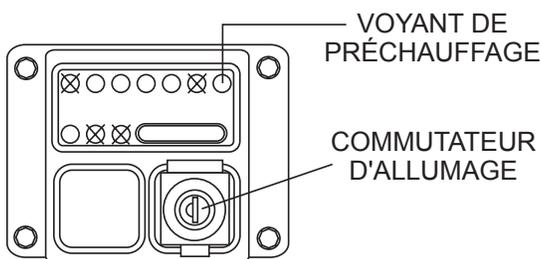

Figure 19. Commutateur d'allumage
- Insérer la clé de contact dans le contacteur d'allumage (Figure 19). Faire tourner la clé dans le sens horaire un tour à la position de marche **ON**. Le voyant de préchauffage s'allume. Attendre que ce voyant s'éteigne **OFF**. Lorsque le voyant s'éteint **OFF**, les bougies de préchauffage seront préchauffées et le moteur peut à présent être démarré.